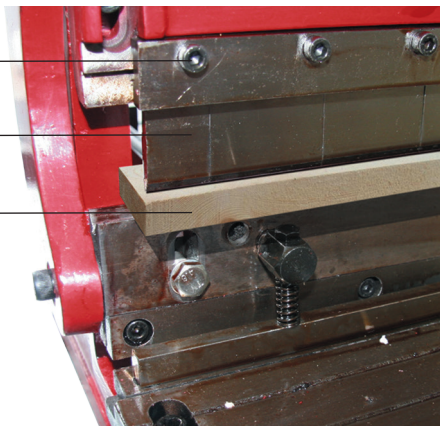

Рисунок 5 – Настройка гибочных штампов
1. Поместите деревянный брус длиной 305 мм на нижний штамп. Он будет поддерживать верхний гибочный штамп во время следующих регулировок (рис. 5).
3. Ослабьте зажимные винты с шестигранной головкой под ключ (рис. 5).
4. Выберите штампы (рис. 5) для требуемой работы и уберите другие.
6. Надёжно затяните все зажимные винты (рис.5).